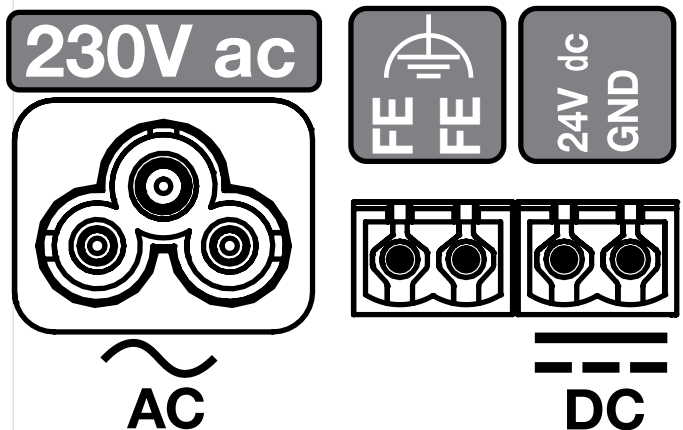
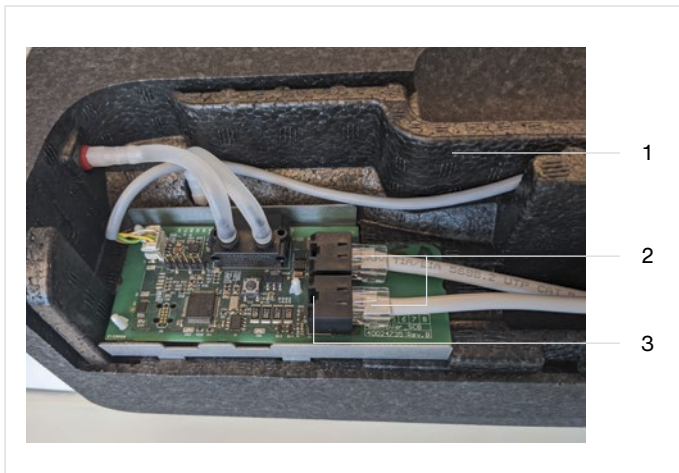
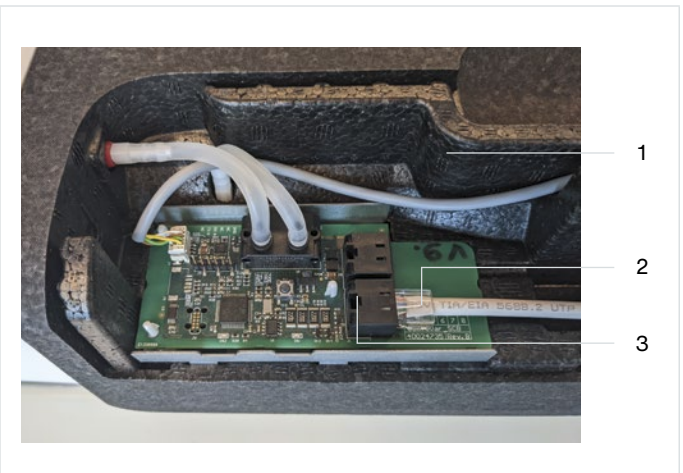

Abb. 5.8 - Anschlüsse CM
Abb. 5.9 – RJ45-Anschlüsse VM-PCB
Abb. 5.10 – RJ45-Anschlüsse VM-PCB
1. Bringen Sie den Stecker eines 230-V-AC-Stromkabels (Abb. 5.8, Pos. 13) oder eines 24-V-DC-SELV-Stromkabels (Abb. 5.8, Pos. 11) an.
2. Schließen Sie ein Ende des ComfoNet RJ45-Kabels an das RJ45-Buchse (Abb. 5.8, Pos. 10) der CM an. Schließen Sie das andere Ende dieses ComfoNet-RJ45-Kabels an ein ComfoNet-RJ45-Buchse (Abb. 5.10, Pos. 3) der ersten VM an (Abb. 5.9, Pos. 1).
3. Schließen Sie ein zweites ComfoNet-RJ45-Kabel an ein freies ComfoNet-RJ45-Buchse (Abb. 5.10, Pos. 3) an der ersten VM und an ein freies ComfoNet-RJ45-Buchse (Abb. 5.10, Pos. 3) an der zweiten VM (Abb. 5.10, Pos. 1) an.
2. Verbinden Sie den internen Modbus (Abb. 5.8, Pos. 10) mit dem internen Modbus (Abb. 5.8, Pos. 10) der nächsten CM in der Reihe.
2. Verbinden Sie den internen Modbus (Abb. 5.8, Pos. 10) , Pos. 10) mit dem internen Modbus (Abb. 5.8, Pos. 10) der nächsten CM-connect in der Reihe.